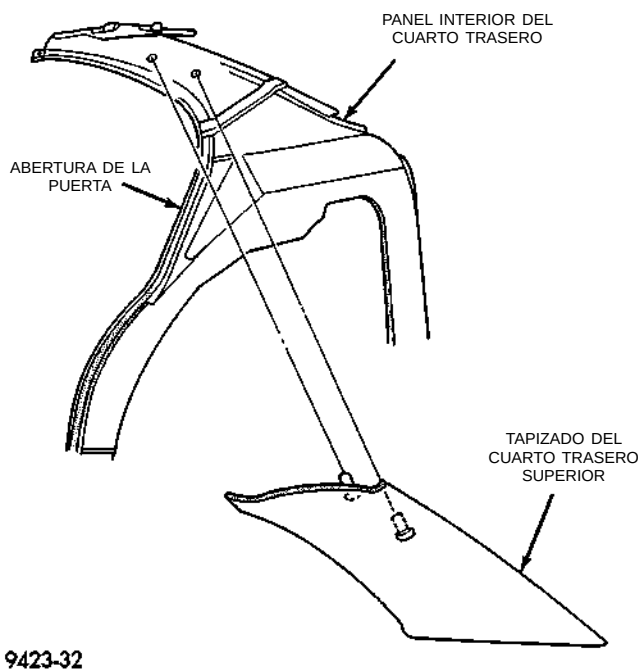

Fig. 60 Tapizado del cuarto trasero superior
- (1) Desacople los collarines que fijan el tapizado al panel del cuarto trasero superior (Fig. 60).
- (2) Separe el panel tapizado superior del vehículo.